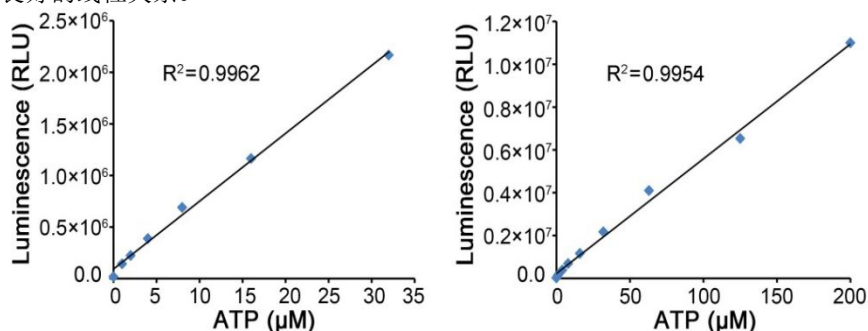

图2. 化学发光法激酶活性检测试剂盒ATP标准曲线。实测数据会因检测仪器等的不同而存在差异，图中数据仅供参考。
- 根据标准曲线计算出样品孔中剩余的ATP量，随后根据酶活力的定义计算出酶活性。ATP标准曲线可以参考图2，在0-200 μ M范围内存在良好的线性关系。